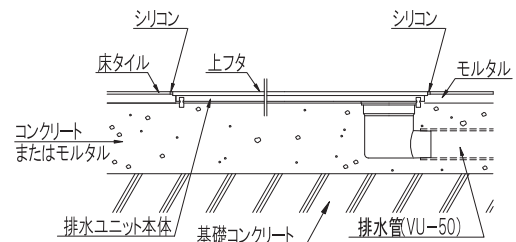

図2
(2) 排水ユニットの取り付け
- ①排水ユニットを仮据えし、床仕上げ面の勾配に揃えてください。
- ②排水管の内面に接着剤を塗布し、排水ユニット（トラップ排水口）と排水管を接続してください（図2）。
排水ユニット周囲と仕上げ材の間にある程度のすき間を設けるように床仕上げをおこない、すき間はシリコンでコーキングしてください（図2）。